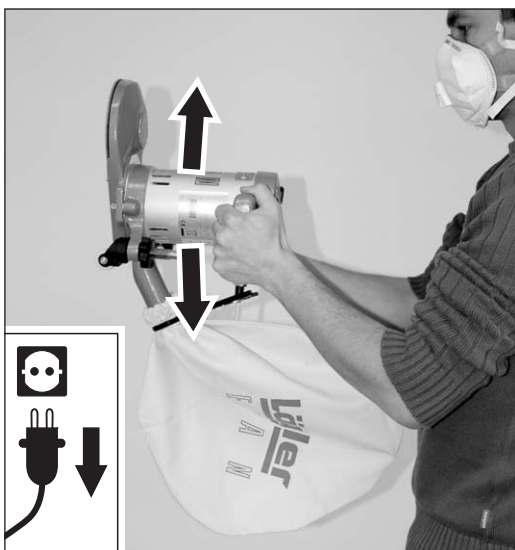

Abb. 30 Die Staubreste aus der Maschine in den Staubsack schütteln.
- 4 Schütteln Sie die Staubreste aus der Maschine in den Staubsack (Abb. 30).